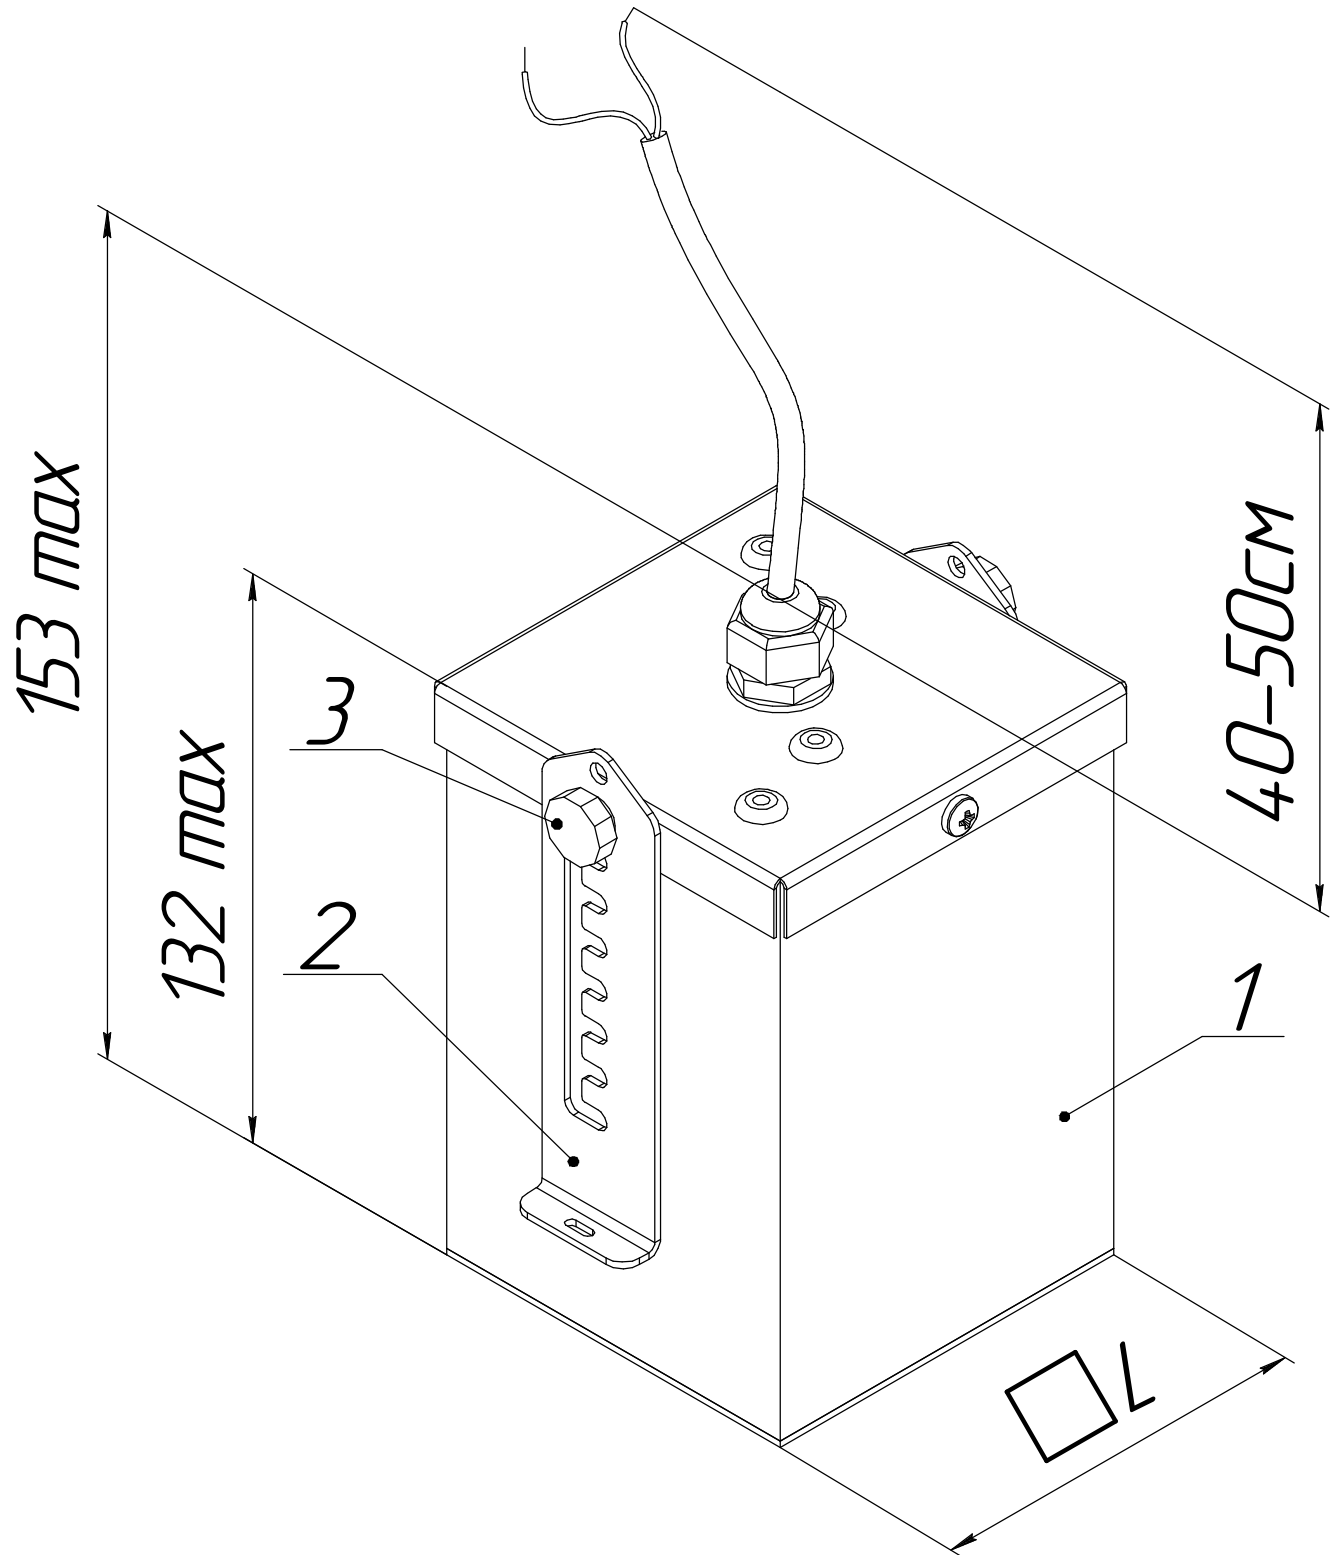

Рисунок 1 - Габариты корпуса светильников ДВО33
3.1 Общий вид светильников приведен в приложении А (рисунок 1).
5.3 Снимите защитную пленку с корпуса и рассеивателя поз.1 (рисунок 1)